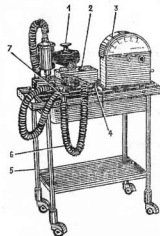

Рис. 1. Приставка:
Приставка (рис. 1 и 2) состоит из следующих основных узлов: меха 1, блока рециркуляции 2, спирометра 3, шланга спирометра 4, столика 5, гофрированных трубок 6, неререверсивного клапана 7.
6.2. Установите приставку на столик и присоедините ее к наркозному аппарату при помощи соединительной трубки, подсоединенной к входному штуцеру приставки (см. рис. 1).